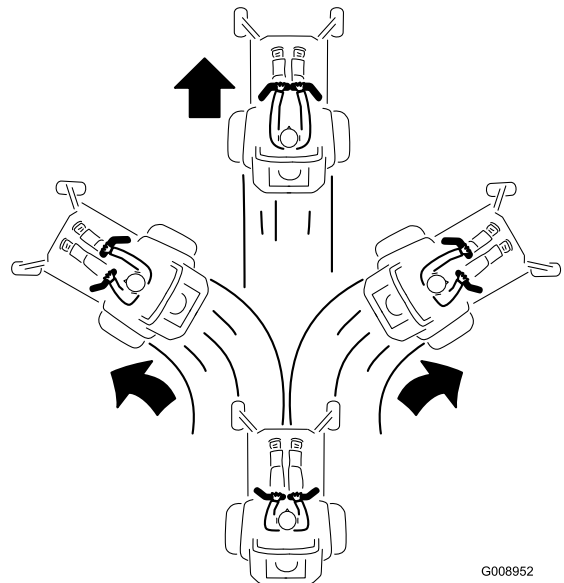

Bild 26
2. Drücken Sie die Fahrtriebshebel langsam nach vorne, um vorwärtszufahren (Bild 26).